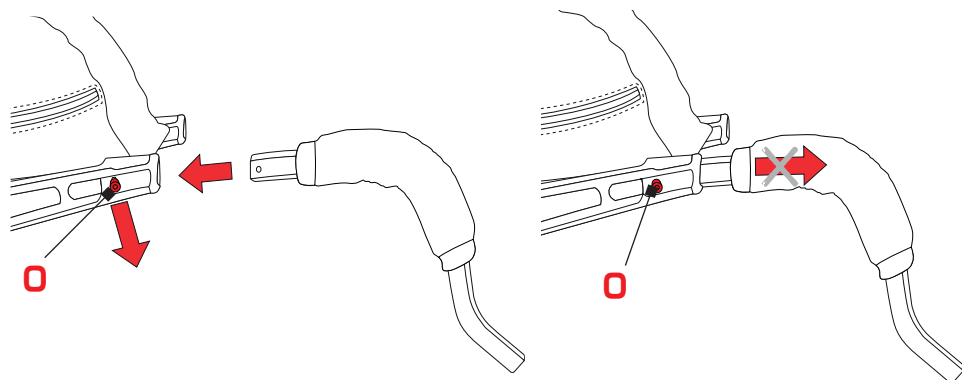

Fig. 23
- **Trasporto con i manici (fig. 23, 24 e 25)**